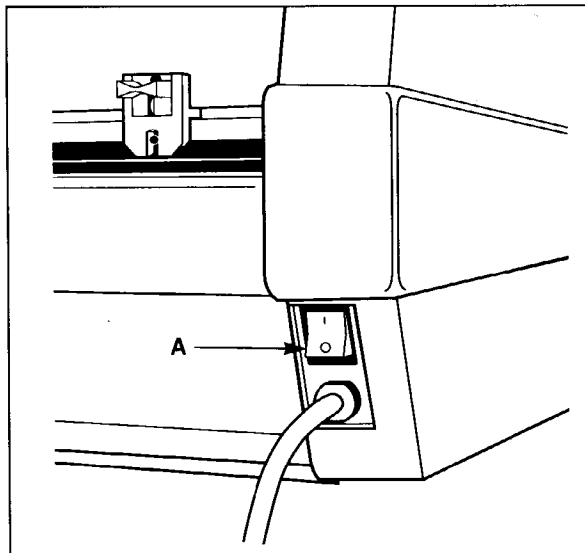

Fig. 1
A. POWER SWITCH: Located at the back right of the machine applies power to the laminator. The "POWER" lamp will illuminate when position marked "I" is pushed. The off position marked "O" removes power from the laminator (Figure 1).
A. HAUPTSCHALTER (Abb. 1):
A. NETSCHAKELAAR: Deze bevindt zich aan de achterzijde van het apparaat en wordt gebruikt om de laminator in en uit te schakelen. Het verklikkerlampje "POWER" licht op als de voedingsspanning is ingeschakeld (stand "I"). Het apparaat wordt uitgeschakeld door de netschakelaar in de "uit"-positie ("O") te zetten (zie afb. 1).
MARCHE/ARRET (POWER): situé au dos et à droite de l'équipement. Le voyant "Marche" s'allume lorsque l'interrupteur est positionné sur "I". Pour arrêter la plastifieuse, positionnez l'interrupteur sur "O" (figure 1).